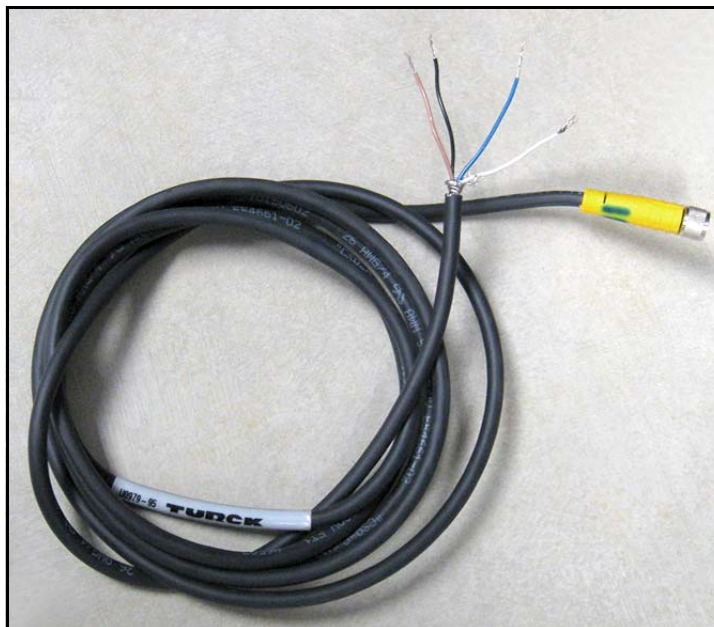

図 26 : 4 芯 IQ.probe プロープケーブル
1. プロープケーブルのコネクタの付いた端をプロープに挿入し（下の図 26 を参照）、コネクタのリングを動かなくなるまで時計回りに回します。